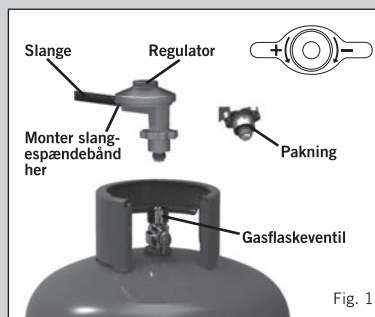

Fig. 1
- Slangen og pakningen på regulatoren skal kontrolleres for slitage eller beskadigelse før brug og efter tilslutning til gasflasken (se Fig.1).
- Kontroller pakningen hver gang du monterer gasflasken i apparatet (se fig. 1).